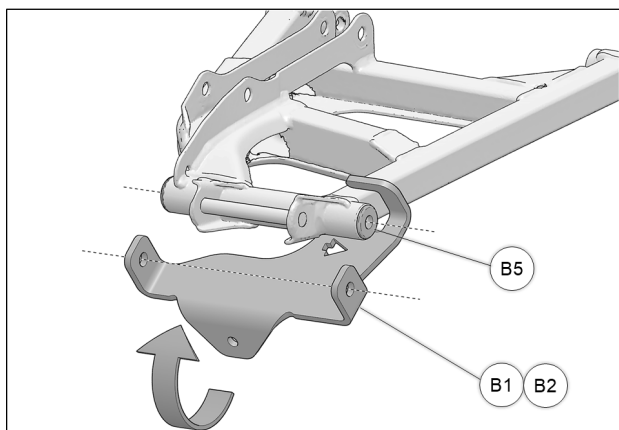

Fig. 6
6. Pivoter l'ancrage (**B1-B2**) vers le haut et aligner les trous de l'ancrage avec les bagues (**B5**). Voir Fig. 6